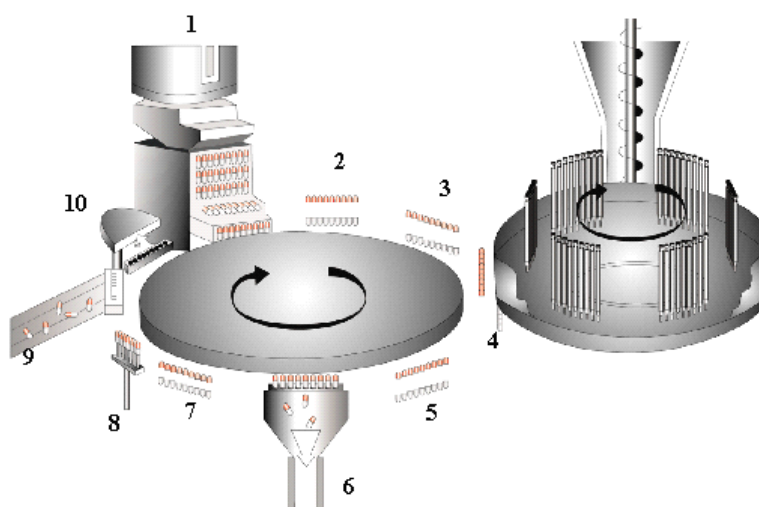

Fig. 2 Ruta de funcionamiento de las cápsulas
4. Principio de funcionamiento (consulte las Fig. 2, 3, 4, 5)